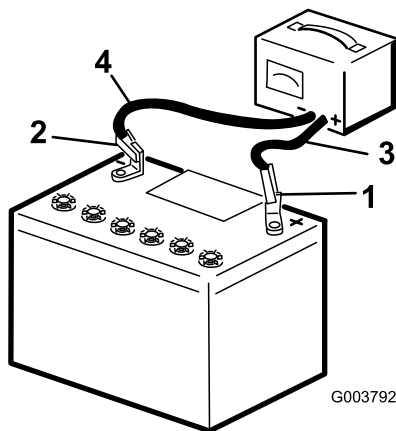

Figura 39
2. Cargue la batería a un ritmo de 3 a 4 amperios durante 8 horas (Figura 39). No sobrecargue la batería.
3. Cuando la batería esté completamente cargada, desconecte el cargador de la toma de electricidad, luego desconecte los cables del cargador de los bornes de la batería (Figura 39).